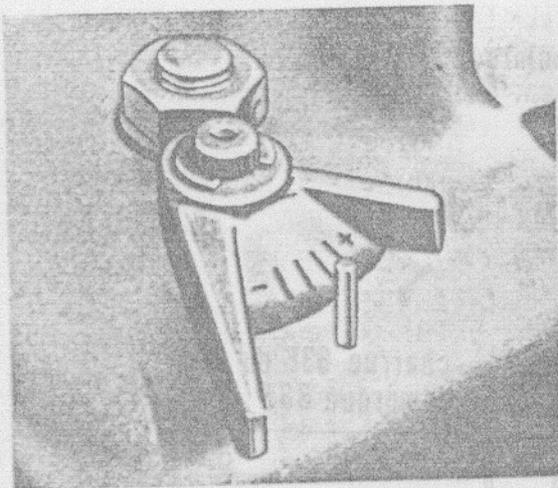

Fig. 28
- Une manette (fig. 28), placée à la partie supérieure et à gauche du couvercle de relevage sous le siège du conducteur, permet de régler la vitesse de descente de l'outil.